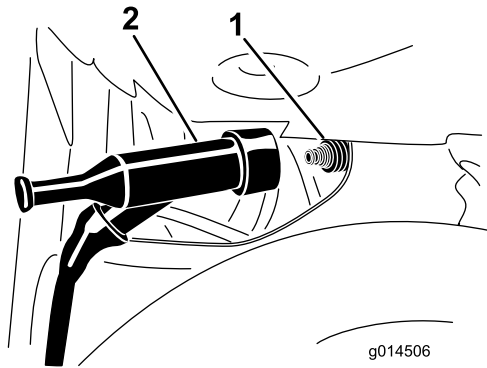

Figure 15
2. Débranchez le fil de la bougie (Figure 15).